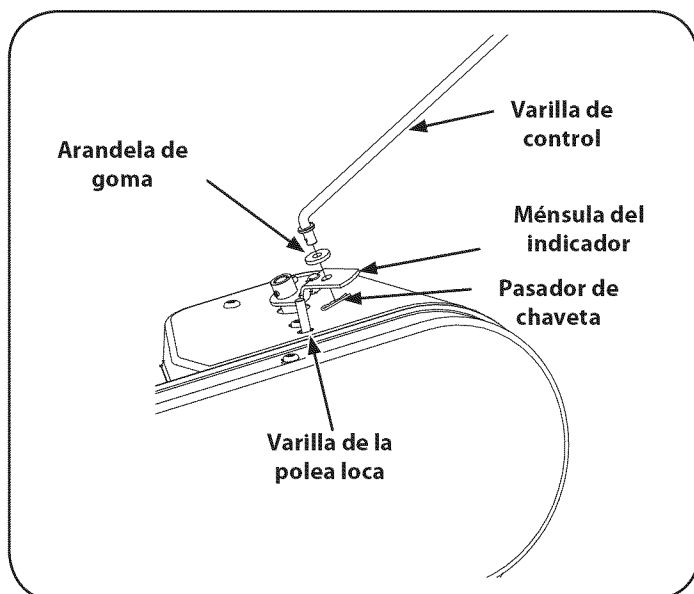

Figura 3
3. Inserte el extremo más corto, angulado de la varilla de control a través de la ménsula del indicador sobre la cubierta de cambios y asegure con el broche de horquilla que quitara anteriormente. Vea la Figura 3.